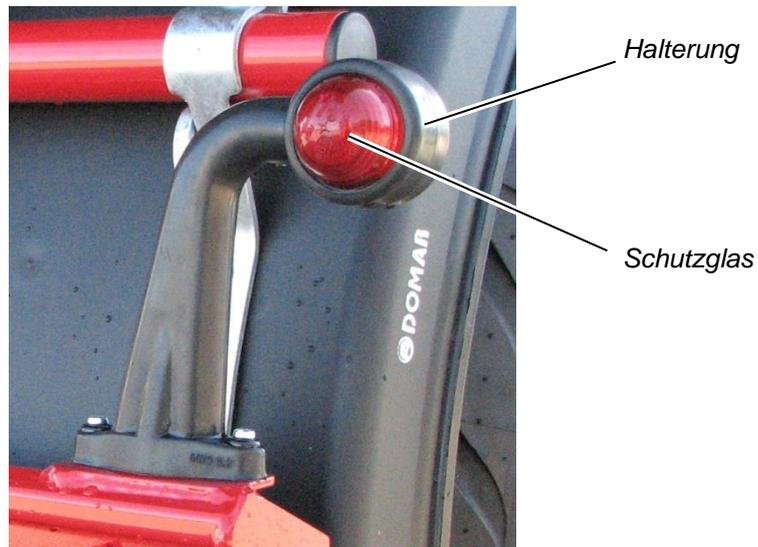

Abbildung 62: Positionsleuchte
- ⇒ Drücken Sie das Schutzglas aus der Halterung heraus (siehe Abbildung 62).